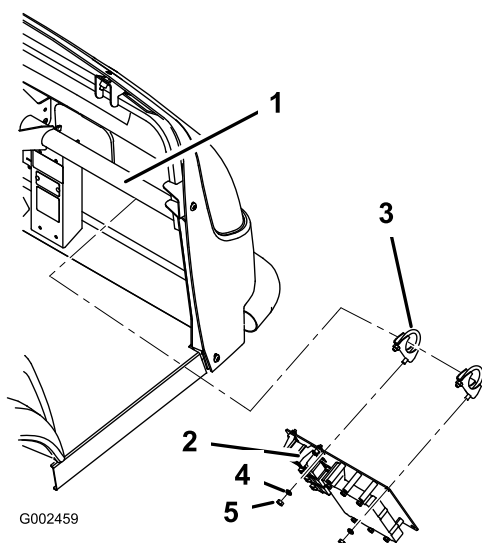

Figura 11
- C. Con il sistema di irrorazione Workman da 757 litri, montate la piastra di appoggio con 2 cavallotti (5/16 x 3/4 pollice), 2 dadi (5/16 pollice) e 2 rondelle di bloccaggio (5/16 poll.) come illustrato in Figura 11.